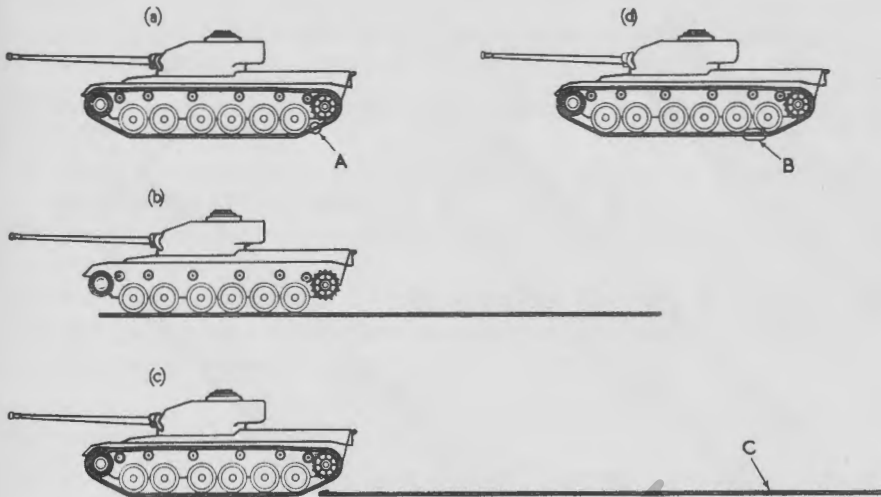

Fig. 51. Het breken en omleggen van de rupsband
295. **Het afnemen van een rupsband** (fig 51). (Breken)
Indien het gaat om het verwisselen van een aantal beschadigde schakels, moet dit deel onder het achterste loopwiel geplaatst worden, zodat het gemakkelijk te bereiken is wanneer het voertuig vooruit wordt gereden, zie fig 51 (B).
- ( 8 ) Herhaal de handelingen van de punten (6) en (7) totdat de kop van de spanbout in één vlak ligt met de voorzijde van de spanmoer.
- (10) Breng, door op de plaats in neutraal te draaien, alle speling van de rupsband, onder het kettingwiel. Zodra het voertuig wil gaan bewegen, moeten rem- en koppelingspedaal worden ingedrukt, om het weer vooruitdraaien van het kettingwiel te voorkomen. Vervolgens handrem weer vast zetten.
- (11) Neem de rupsbandpen, die zit op de plaats, aangegeven in fig 51 (A) en hak de opsluitring door (hamer en koudbeitel). Doe dit om voldoende diep te kunnen hakken op de plaats waar de opening van de borgveerring zit.
- (12) Sla de pen naar buiten (rupsbandpendrijver en voorhamer), dit doet de opsluitring open gaan en drukt de borgveerring van het uiteinde van de pen.
- (13) Ondersteun de rupsband met de koevoet en sla de pen geheel uit de schakel (rupsbandpendrijvervolgpen en hamer) en verwijder de volgpen.
- (14) Leg aan elke zijde, een blok voor de loopwielen en maak de handrem los.
- (15) Terwijl nu één man het koppelingspedaal ingedrukt houdt, kan de rupsband
- (1) Plaats het voertuig zo, dat het spanwiel iets meer dan  $1\frac{1}{2}$  m van het voorste uiteinde van de rupsband verwijderd is, zie fig 51 (b).
- (1) Verwijder één rupsband (par 295).
- (2) Leg de nieuwe rupsband tegen — en in het verlengde van — de oude, zie fig 51 (C). Heeft de band pennen met koppen, dan de koppen aan de binnenzijde. De schakels van de rupsband moeten zodanig zijn gemonteerd, dat de pen, waarboven zich het profiel op de schakel bevindt, het laatst het spanwiel bereikt bij het vooruit rijden (fig 44).
- (3) Rijd het voertuig op de nieuwe rupsband.
- (4) Koppel de uiteinden van de rupsband aan elkaar, (par 298).
(6) Herhaal de verrichtingen van de punten b (3) en b (5), totdat de naafmoer volkomen vast zit, hierbij moet er tevens op gelet worden, dat de borgplaat in één van de gleuven van de kroonmoer moet kunnen vallen.